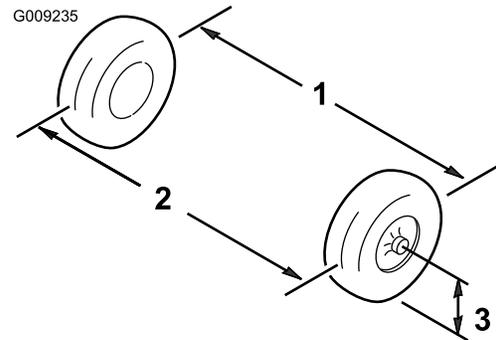

Bild 34
6. Messen Sie den Abstand zwischen beiden Vorderreifen auf Achshöhe (an der Vorder- und Rückseite der Vorderreifen) (Bild 34).